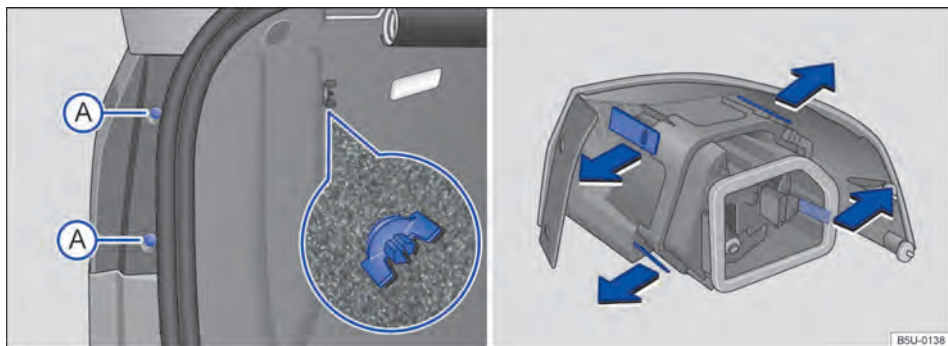

Fig. 113 Na carroceria: remover a lanterna traseira e suporte das lâmpadas.
3. Remover os parafusos de fixação → Fig. 113 .
4. Soltar o parafuso borboleta → Fig. 113 (lupa) e retirá-lo, segurando, ao mesmo tempo a lanterna traseira.
5. Puxar cuidadosamente a lanterna para fora, para desencaixá-la da carroceria → ①.
- Para destravar o suporte das lâmpadas, pressionar cada lingueta de travamento no sentido das setas → Fig. 113.